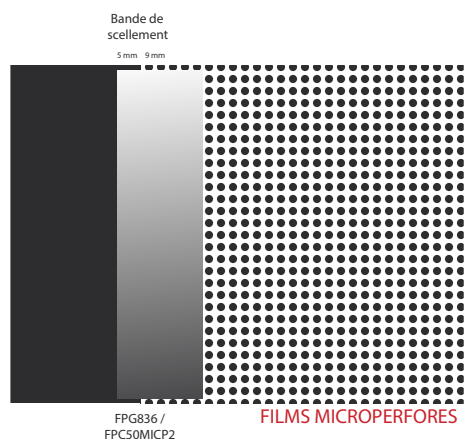

Figure 29
- ▶ Coller la bandelette en la superposant sur 5 mm de vitre et 9 mm de film microperforé. (FIG. 29)